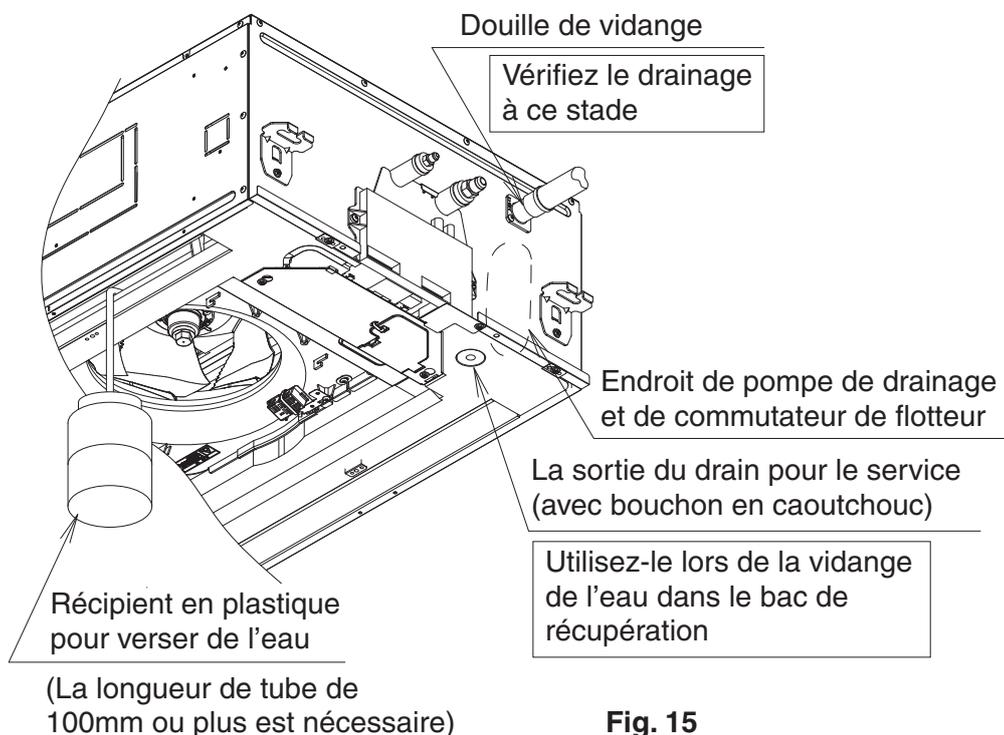

Fig. 15
- Versez graduellement 1 litre de l'eau de la bouche d'air dans le récipient de drain donnant l'attention pour éviter d'éclabousser l'eau sur les composants électriques tels que la pompe de drainage et confirmez le drainage en actionnant l'unité intérieure dans le mode de refroidissement selon "10. RÉGLAGE ET ESSAI DE FONCTIONNEMENT SUR PLACE". (Reportez-vous à la Fig. 15)
3. Versez graduellement 1 litre de l'eau de la bouche d'air dans le récipient de drain donnant l'attention pour éviter d'éclabousser l'eau sur les composants électriques tels que la pompe de drainage. **(Reportez-vous à la Fig. 15)**